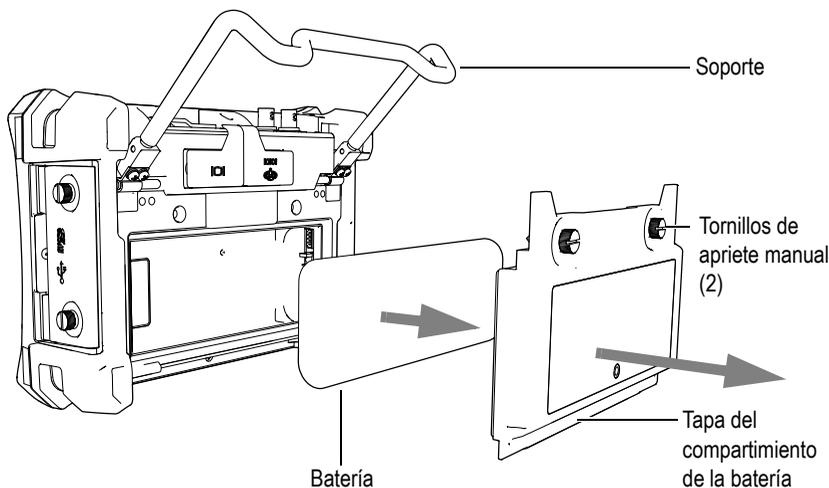

Figura 1-7 Reemplazo de la batería de iones de litio
2. En la parte posterior del equipo, desatornille los dos tornillos de apriete manual que aseguran la tapa del compartimento de la batería (véase la Figura 1-7 en la página 23).
3. Retire la tapa del compartimiento de la batería (véase la Figura 1-7 en la página 23).
6. Coloque la tapa del compartimiento en su sitio y asegúrela con los dos tornillos de apriete manual para completar la instalación (véase la Figura 1-7 en la página 23).